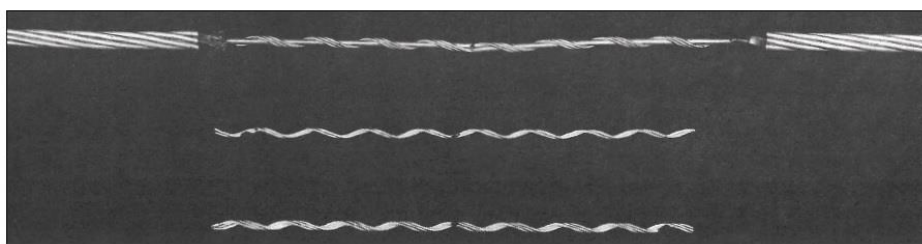

Рис. 4.
3. Расположите торец другой части соединяемого провода таким образом, чтобы оба соединяемых торца сердечников располагались не далее 1,5 мм друг от друга. Держите его крепко, надавливая большим пальцем руки, и полностью накрутите прядь на сердечник второго провода (см. рис. 4), при этом удалив временный бандаж с сердечника.